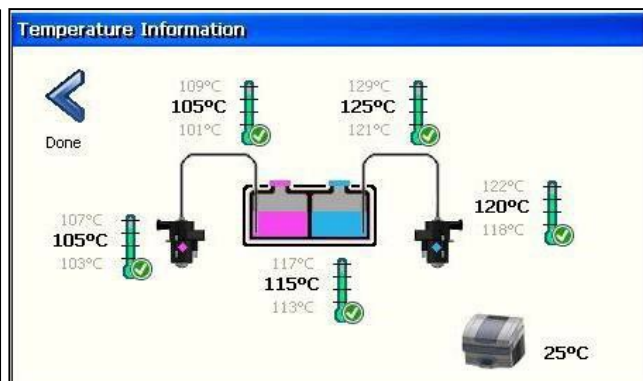

Fig2 : Bonne température 3Z après l'installation du patch par défaut
- Les imprimantes afficheront des coches jaunes sur l'écran thermique de tous les composants jusqu'à ce que le correctif par défaut soit installé (voir Figure 2).